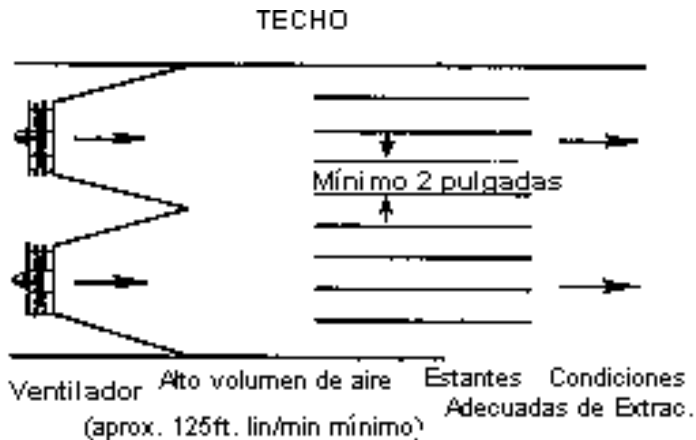
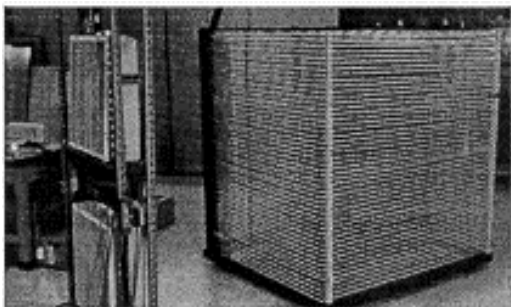

Figura 4: Esquema de la Preparación para Secado al Aire
Figura 5
1. Las señales deben colocarse con un espacio de cuando menos 5 cm sin obstrucciones para el flujo de aire entre las capas. Ver Figura 4 y Figura 5.